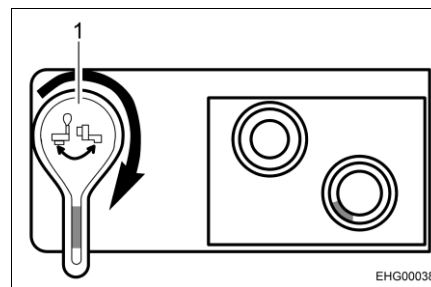

Bild 83 Ablassventil, geöffnet
- Ablassventil öffnen. Dazu den Hebel des Ablassventils 90° im Uhrzeigersinn drehen (siehe Bild 83,1).